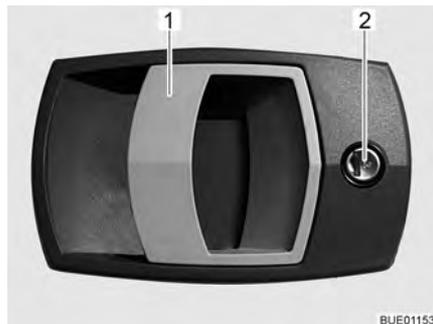

Fig. 38 Serratura della porta di ingresso, lato esterno
Apertura: ■ Inserire la chiave nel cilindro della serratura (Fig. 38,2) e ruotare fino a quando la serratura della porta si sblocca.
■ Tirare la maniglia della porta (Fig. 38,1). La porta è aperta.
Bloccaggio: ■ Inserire la chiave nel cilindro della serratura (Fig. 38,2) e ruotare fino a quando la serratura della porta si blocca.